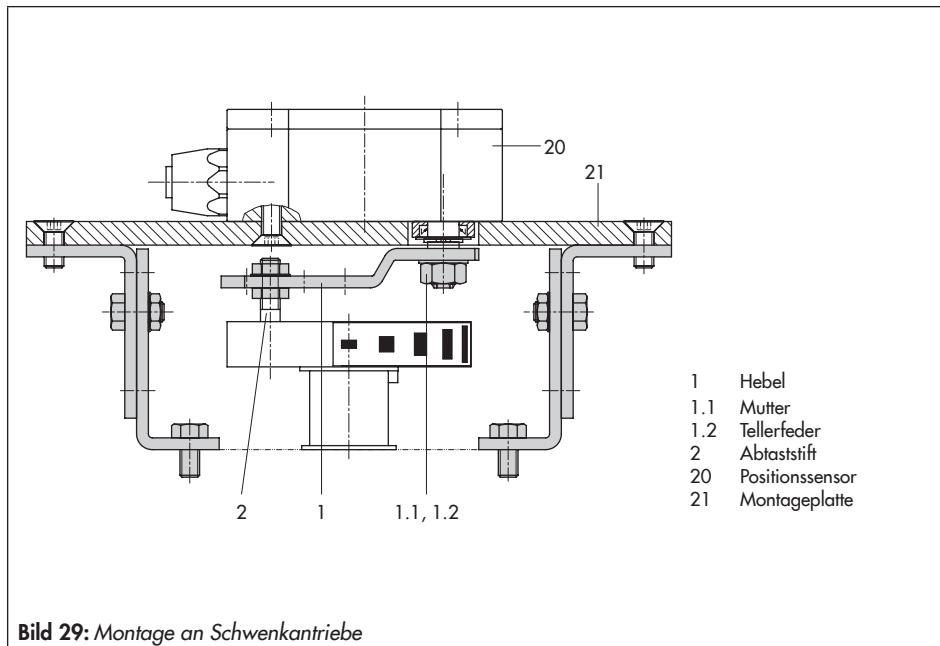

Bild 29: Montage an Schwenkantriebe
- Vgl. Bild 29
1. Hebel (1) am Positionssensor in **Mittelstellung** bringen und **festhalten**. Mutter (1.1) lösen und Hebel mit Tellerfeder (1.2) von der Sensorwelle abnehmen.
2. Positionssensor (20) an der Montageplatte (21) verschrauben.
3. Den am Hebel (1) standardmäßig eingeschraubten Abtaststift (2) gegen den